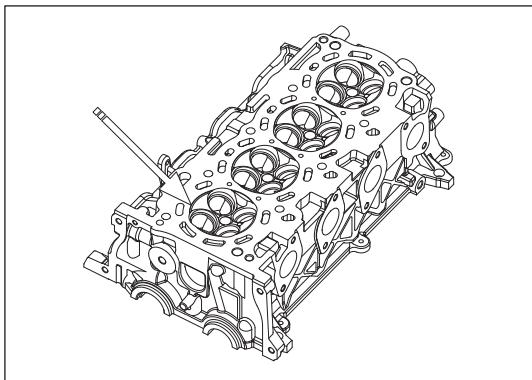

Рис. 12-3-18. Проверка и очистка седла клапана
(6) Проверка и очистка седла клапана
- а) Еще раз отполировать седло клапана при помощи керамико-карбидного инструмента под углом 45° (как изображено на рис. 12-3-18), убрав неравномерный износ, шероховатость и ямки, чтобы очистить кольцо седла.